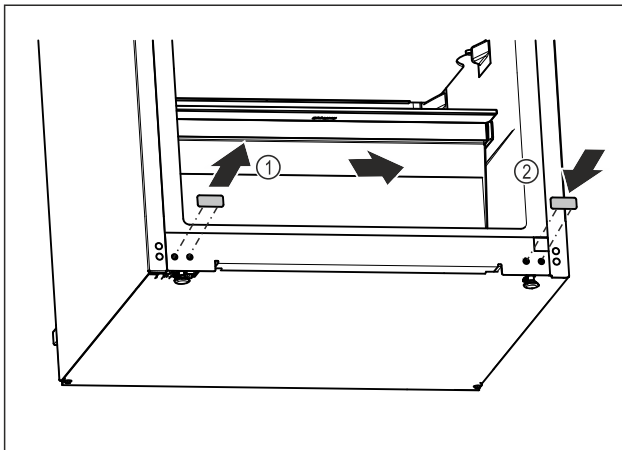

Fig. 20
- ▶ Abdeckstopfen herausziehen. Fig. 20 (1)
- ▶ Abdeckstopfen auf der Gegenseite einsetzen. Fig. 20 (2)